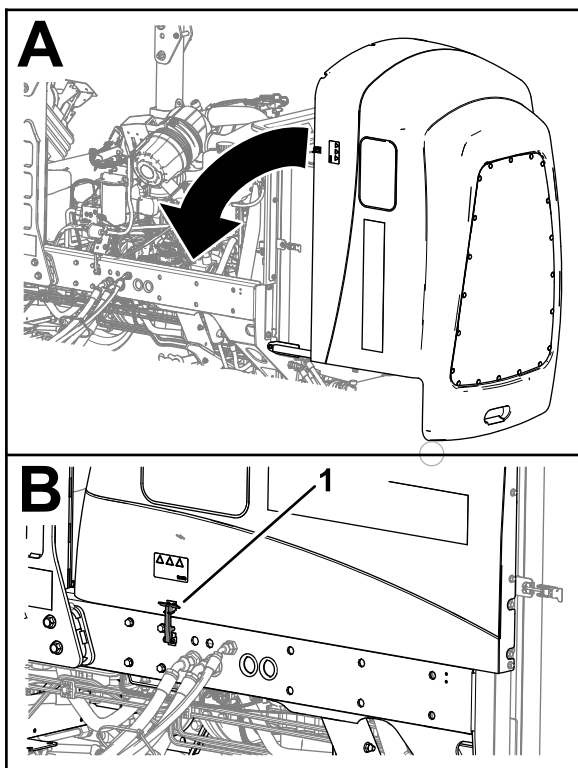

Рисунок 59
1. Осторожно поверните капот, чтобы закрыть его (Рисунок 59).